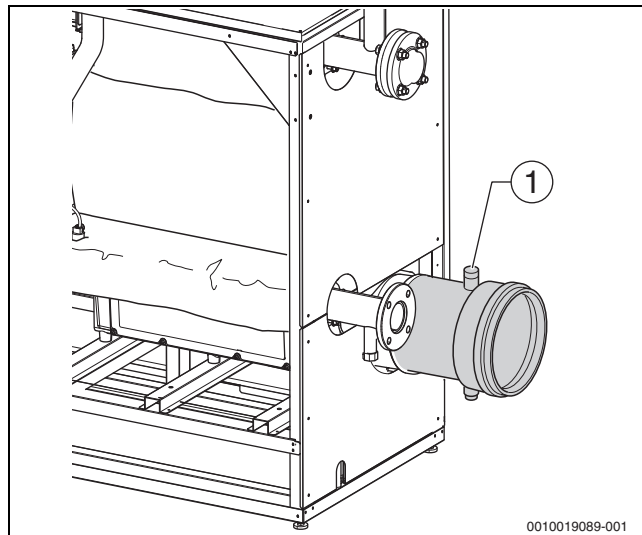

Рис. 25 Проведение замеров
- ▶ Введите измерительный датчик через отверстие для измерений в коллекторе дымовых газов (→ рис. 25, стр. 27), держите его в центре потока и проверьте содержание CO₂.
- ▶ Введите измерительный датчик через отверстие для измерений в дымовой трубе (→ рис. 25, стр. 27), держите его в центре потока и проверьте содержание CO₂.